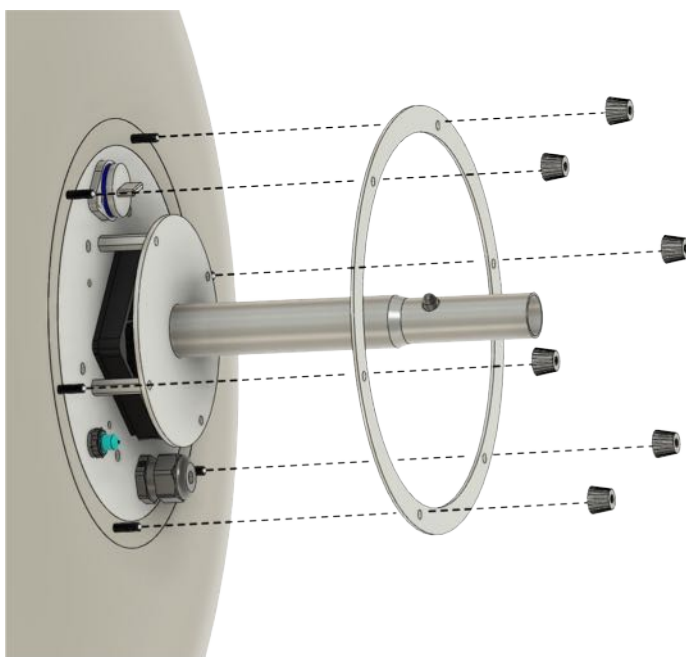

Abb. 5
2. Retirez les 6 écrous coniques et la bague en aluminium au bas de la plaque de base (Fig. 5).